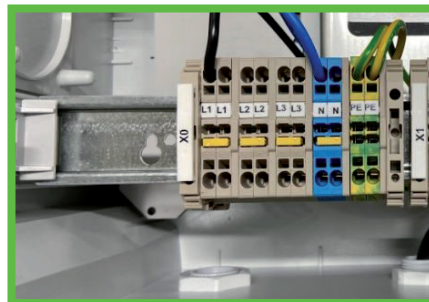

Abb. 14 A: 230V Anschluss PURE
- ▶ Alternativ kann die Versorgungsleitung auch von der Rückseite eingeführt werden. Öffnen Sie die Vorprägung M32 auf der Rückseite des Gehäuses und führen Sie die Leitung mit dem im Zubehör beiliegenden Stufennippel M32 in das Gehäuse ein. Demontieren Sie die M25 Kabelverschraubung auf der Unterseite und verschließen Sie die Öffnung mit dem im Zubehör beiliegenden Verschlussstopfen. Schließen Sie die elektrische Versorgungsleitung an (Abb. 14). Die Fahrradladestation bietet eine optionale Durchschleifmöglichkeit bei 3-phasigen Zuleitungen. Es sind Zusatzklemmen zum Auflegen von 3 Phasen im Anschlussbereich vorhanden. Die Station selbst darf nur 1-phasig mit 230 V betrieben werden.